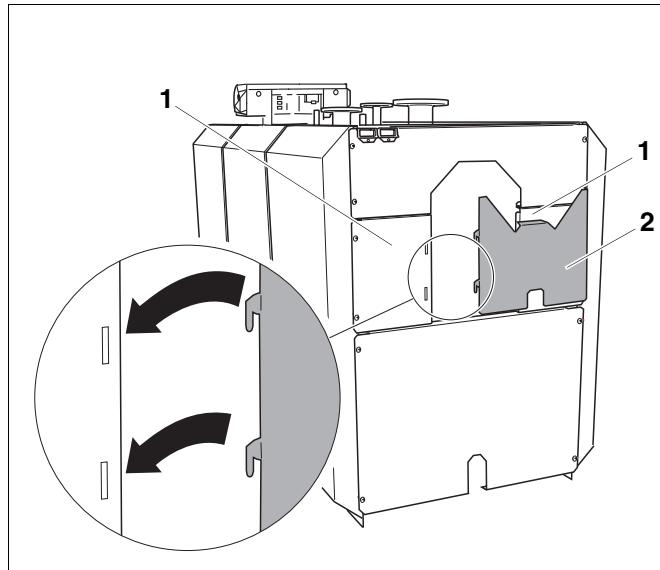

Рис. 44 Установка накладной пластины для задней стенки
- Подвесить накладную пластину для задней стенки (рис. 44, **поз. 2**), как это показано стрелками, в средние левые и правый элементы задней стенки (рис. 44, **поз. 1**).